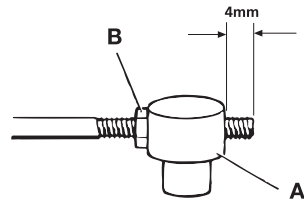

Fig. 8
- Schrauben Sie den Nippel (A Fig.8) auf das Gewinde des Schaltzugs, bis das Gewinde 4mm aus dem Nippel herausragt (Fig.8). Kontern Sie mit der Mutter (B Fig.8).